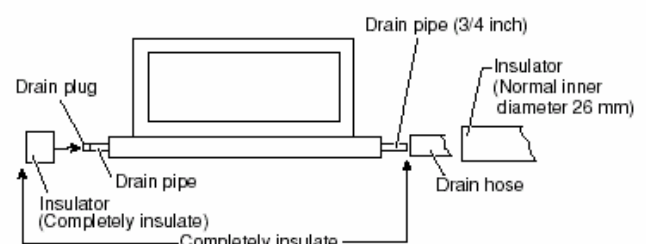

Fig. 13
- Les condensats peuvent être raccordés soit à gauche soit à droite de l'unité intérieure figure 13